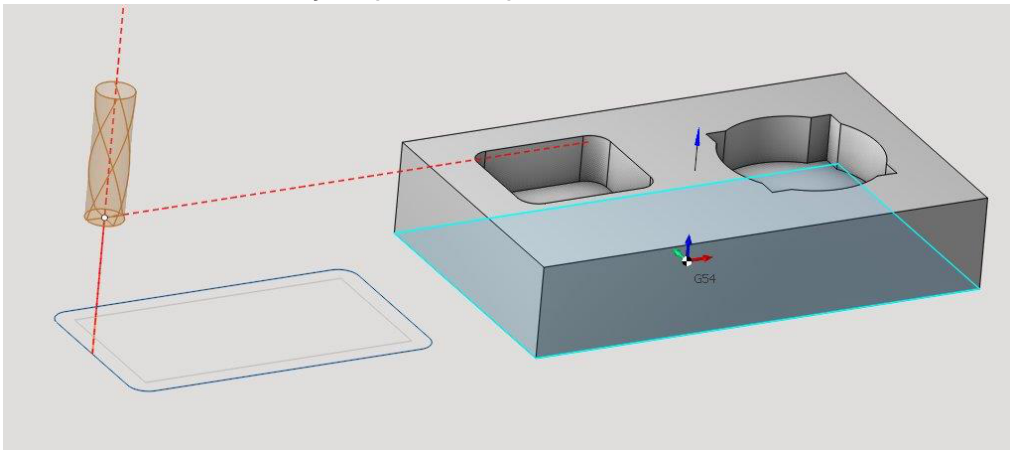

Рис. 5-27. Операция 2D контур для кривой, заданной как эскиз.
- для отдельного контура (рис. 5-27).